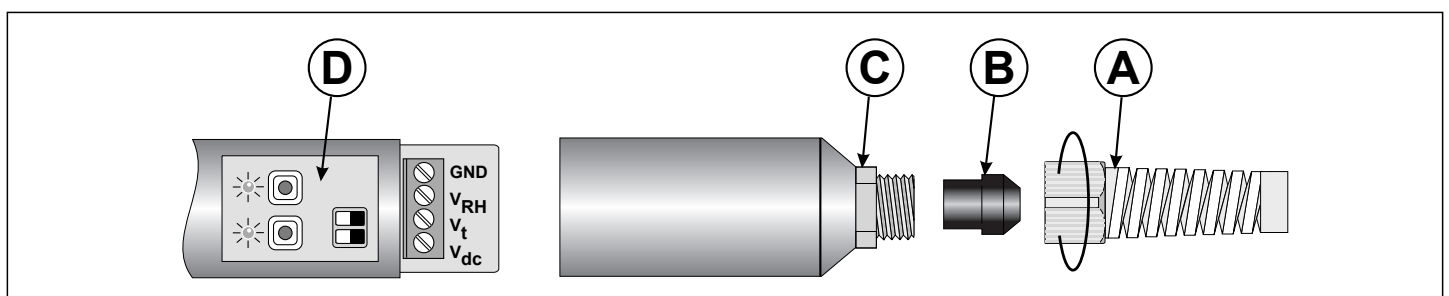

Fig. 3
Per accedere alla morsettiera del trasmettitore procedere nel seguente modo (si veda la fig.3): svitare il passacavo A, estrarre il gommino B e svitare il fondo C. Inserire il cavo attraverso i tre elementi A, B e C ed effettuare le connessioni alla morsettiera. Richiudere il tutto tenendo fisso il cavo mentre si chiude il passacavo A per evitare di torcerlo.
1. Per accedere alla morsettieria, svitare il passacavo A (si veda la fig.3) tenendo fermo il cavo per evitare che si attorcigli. Tirare indietro il gommino e svitare il fondo dello strumento.